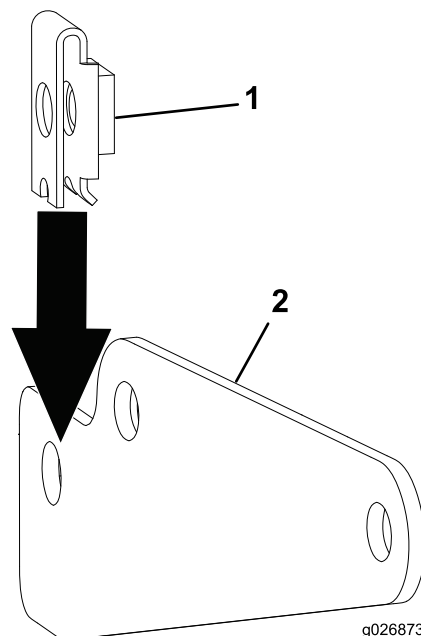

Bild 7
1. Bringen Sie die Befestigungsmutter an der Schwenkhalterung an (Bild 7).